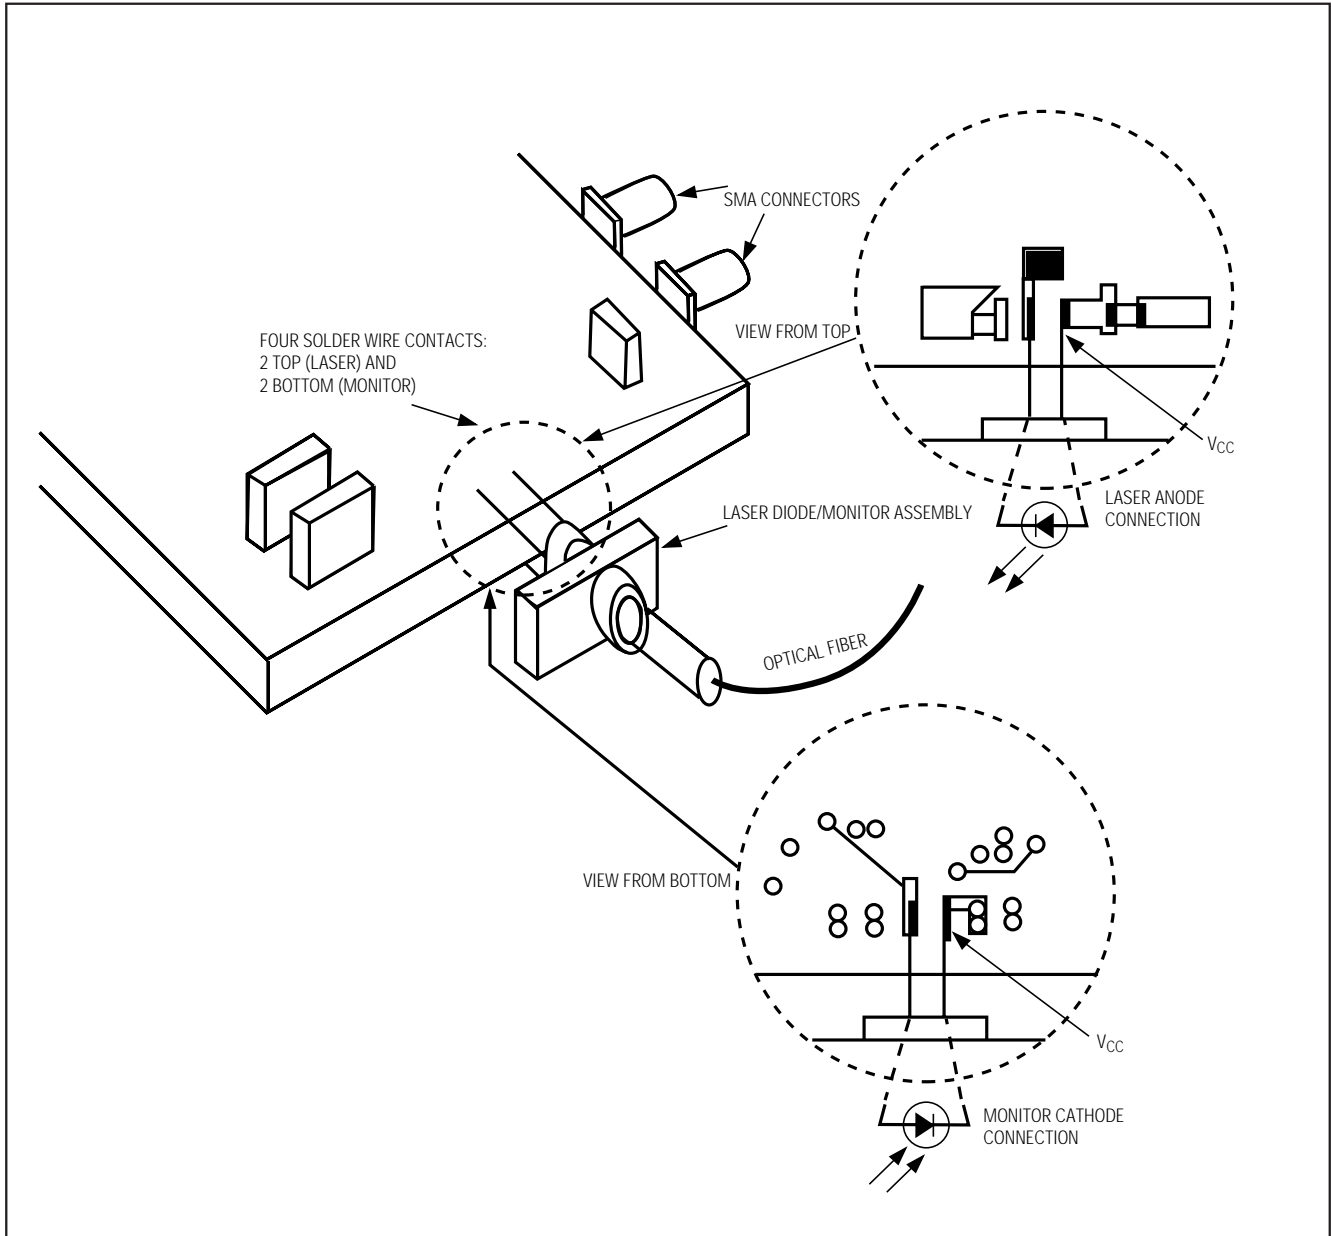

図1. MAX3667 EVキットとレーザダイオード/モニタの接続
- 11) TO46スタイルヘッダレーザダイオードとモニタを接続します(図1)。